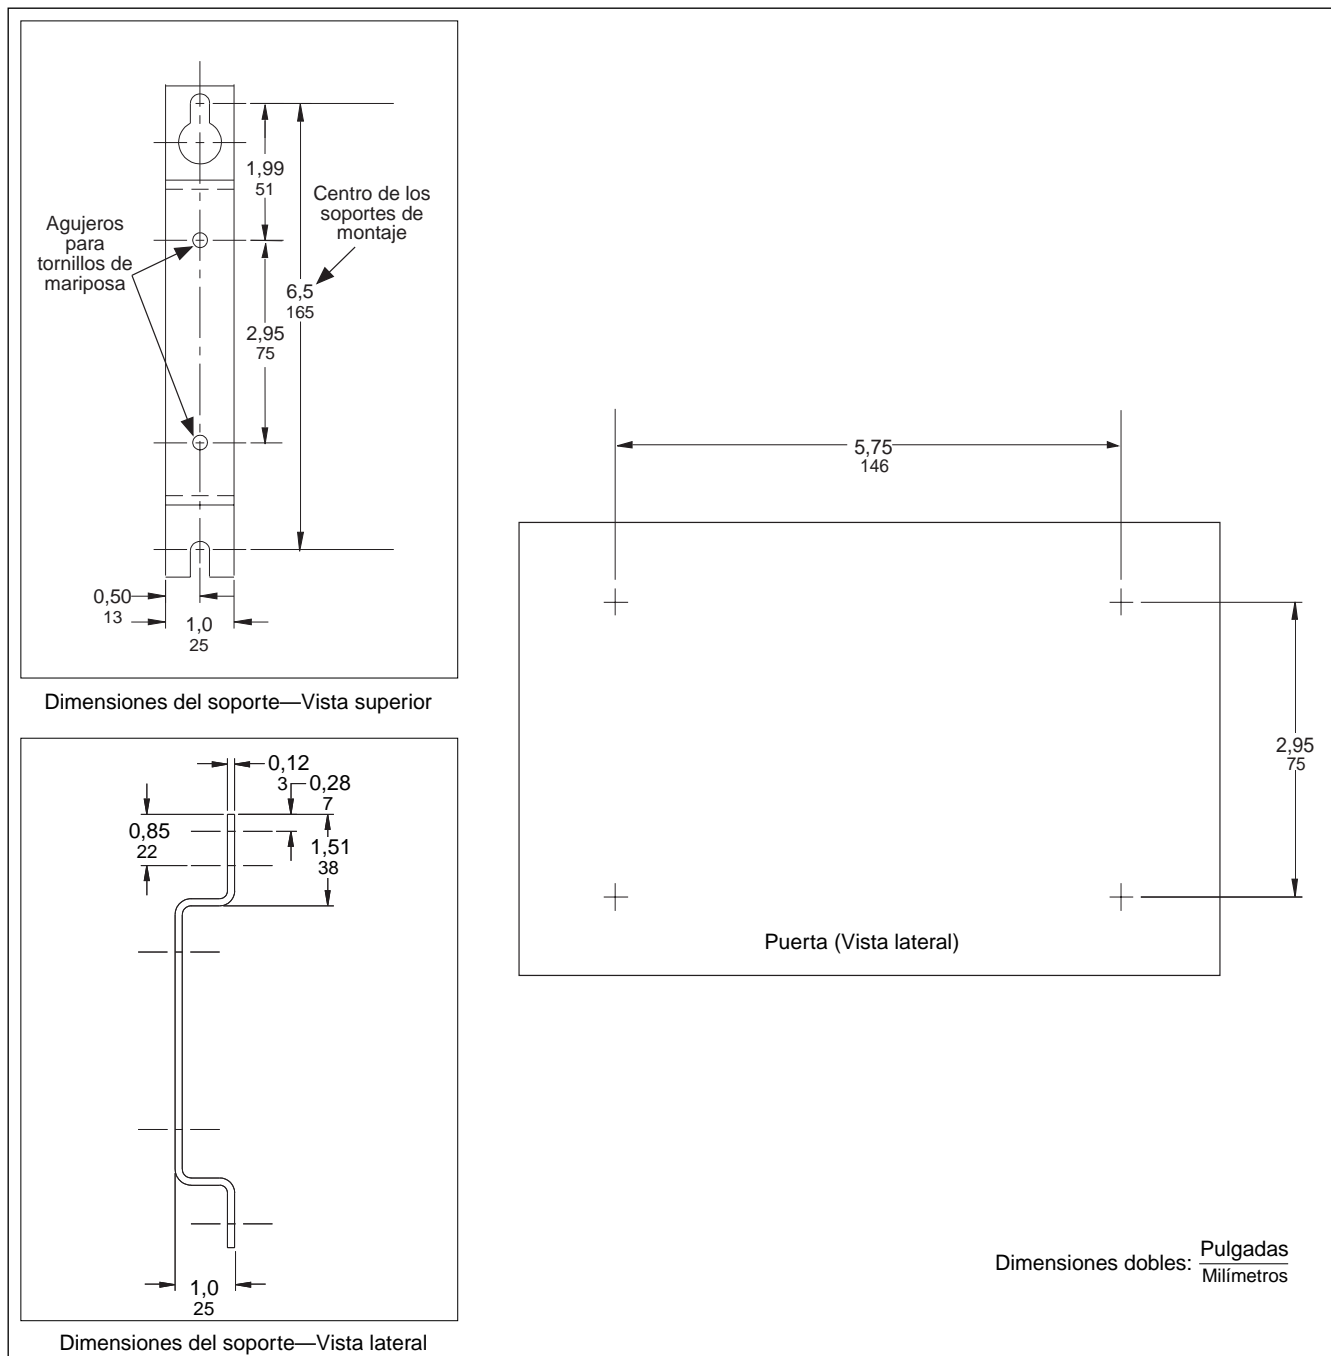

Figura 4-2: Dimensiones de montaje lateral
1. Taladre los agujeros en la pared para colocar los soportes. Consulte la figura 4-2 para informarse de las dimensiones.